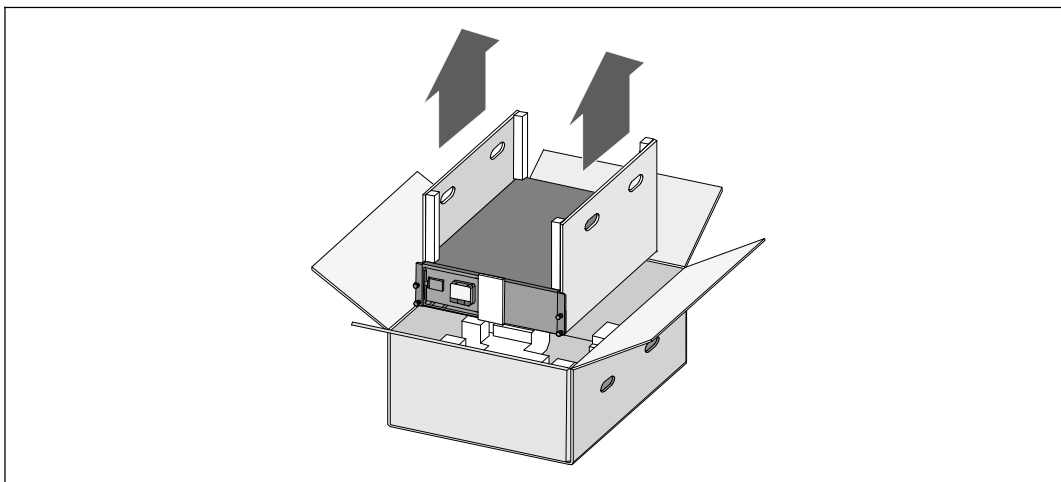

図3. キャビネットの持ち上げ方
- 2 片側を一人ずつで持ち、段ボールのハンドル部分を使って、段ボール箱からキャビネットを注意して持ち上げ、平らで安定した表面上に置きます。（図3を参照）。